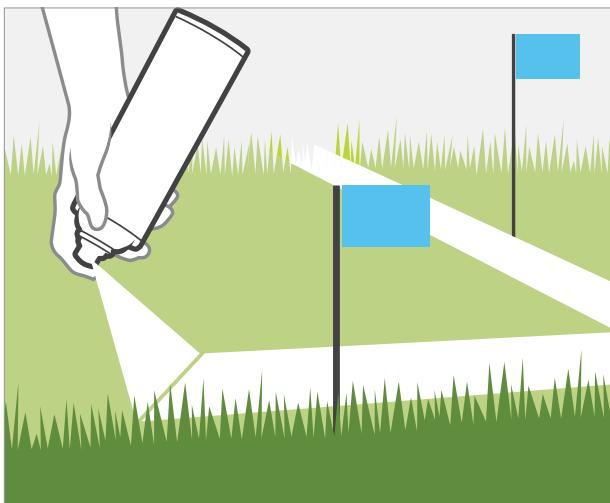

Рисунок 1
1. С помощью аэрозольной краски для маркировки и маркировочных флагов обозначьте линии труб от ТС к местам расположения клапанных коробок. Разметьте схему ирригационной системы. *Рис. 1.*